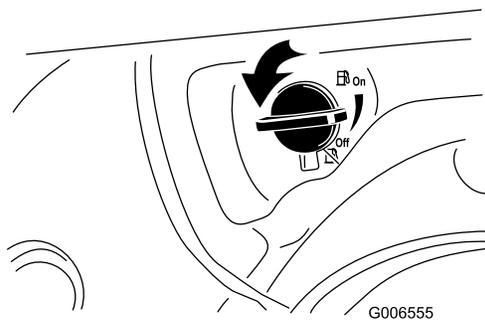

**Рисунок 20**
3. Вставьте ключ зажигания (Рисунок 20).